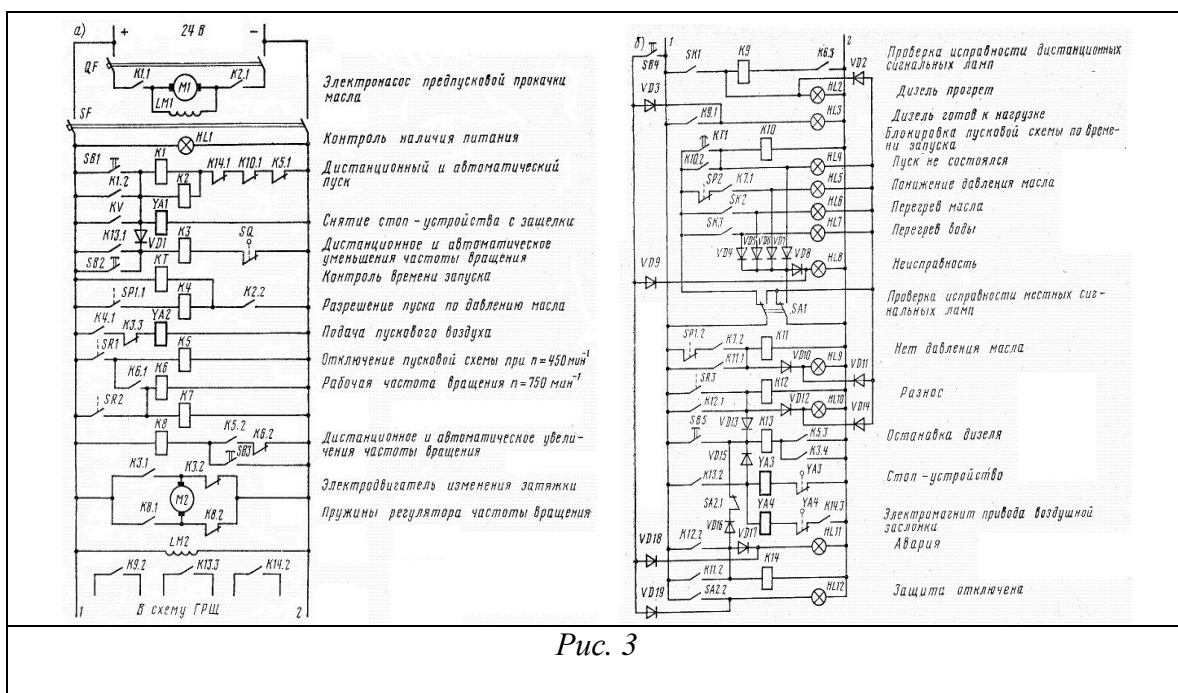

Рис. 3
3. Указать элементы электрической принципиальной схемы автоматического управления ДГА 100/750 (рис.3). Объяснить порядок работы схемы в штатных и аварийных ситуациях